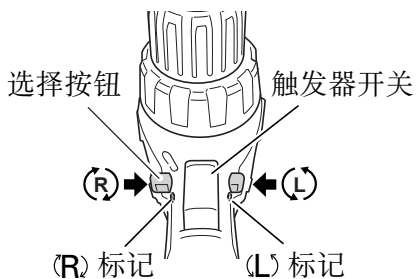

图 4
推动选择按钮的 L 侧，钻头将以逆时针方向旋转（请参照图 4）。（机身上附有 (L) 和 (R) 标记。）